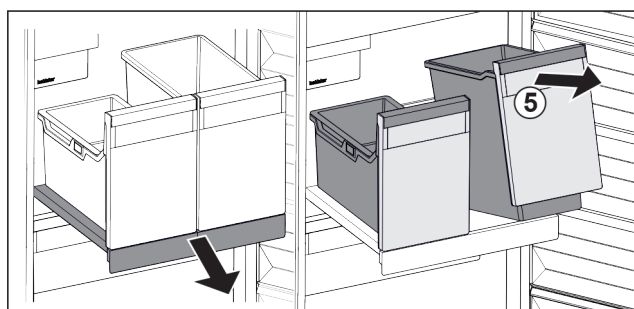

Fig. 33
- Lyft behållaren Fig. 33 (5) fram till.